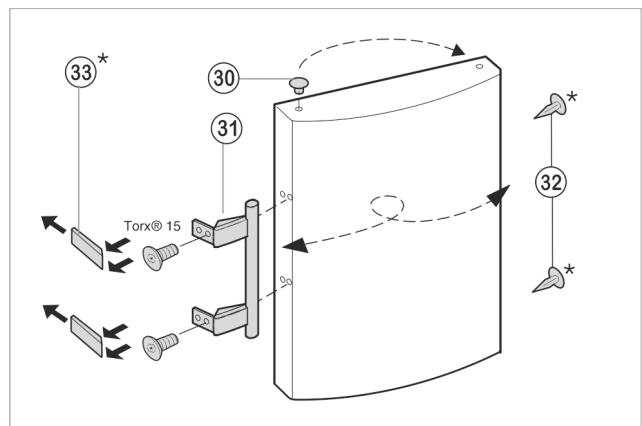

Fig. 10
- Enlever le bouchon Fig. 10 (30) du coussinet de la porte et le mettre de l'autre côté.
- Démontez la poignée de porte Fig. 10 (31), le bouchon Fig. 10 (30) et les plaques d'appui Fig. 10 (32) puis les repositionner sur le côté opposé